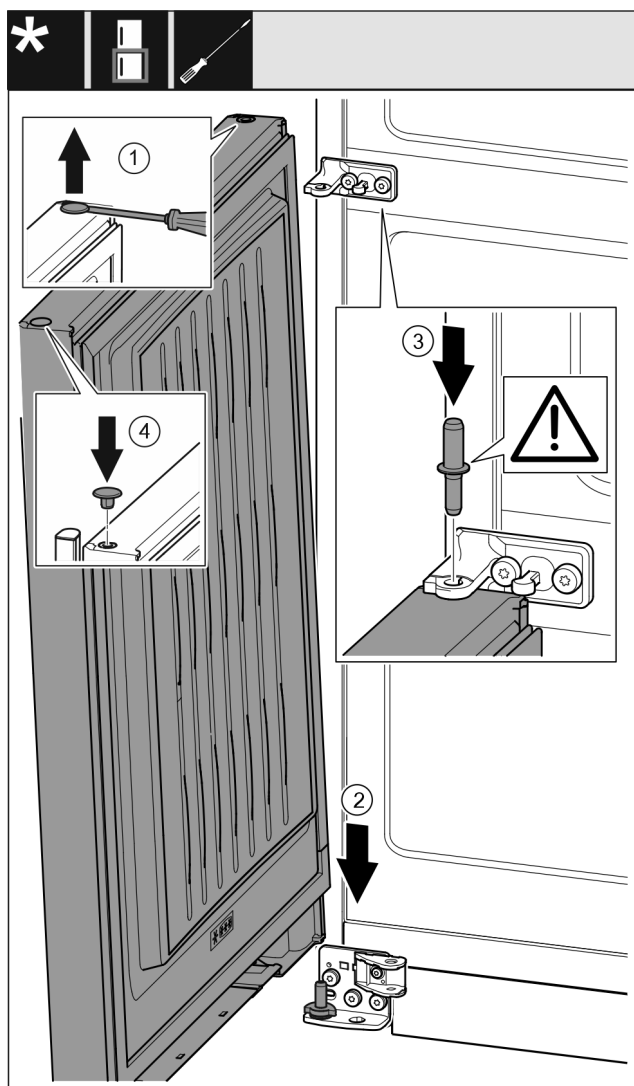

Fig. 41
- ▶ Zatyczkę ostrożnie podważyć przy pomocy śrubokręta i wyjąć. Fig. 41 (1)
- ▶ Założyć drzwi od góry na dolny sworzень zawiasu. Fig. 41 (2)
- ▶ Przełożyć środkowy sworzень zawiasu przez środkową płytkę zawiasu, wkładając go w dolne drzwi. Przy tym zwrócić uwagę, by krzywka zatrzaskowa wskazywała do tyłu. Fig. 41 (3)
- ▶ Zatyczkę założyć ponownie z drugiej strony drzwi. Fig. 41 (4)